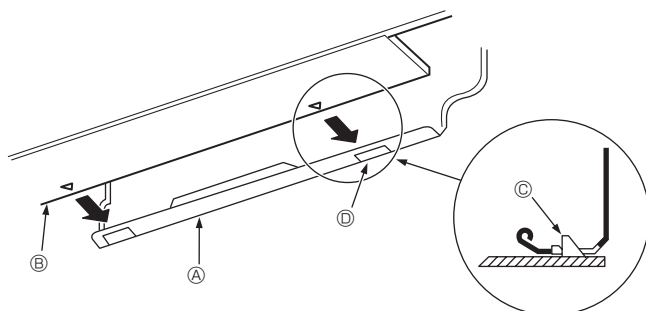

Fig. 3-11
3. Hängen Sie den oberen Teil der Innenanlage an die Montageplatte ①, während Sie die Kältemittelleitung und das Abflussrohr in die Wandöffnung (Tülle) einführen.
5. Befestigen Sie die Innenanlage, indem Sie sie gegen die Montageplatte ① drücken. (Fig. 3-11)